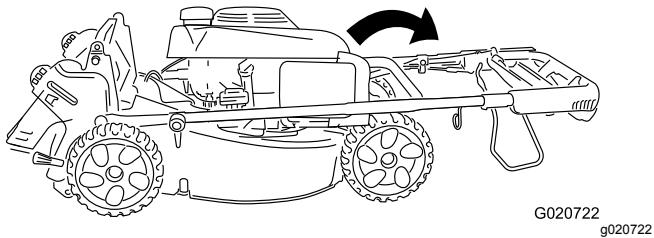

Figura 21
2. Ruotate l'intera stegola in avanti (Figura 21).